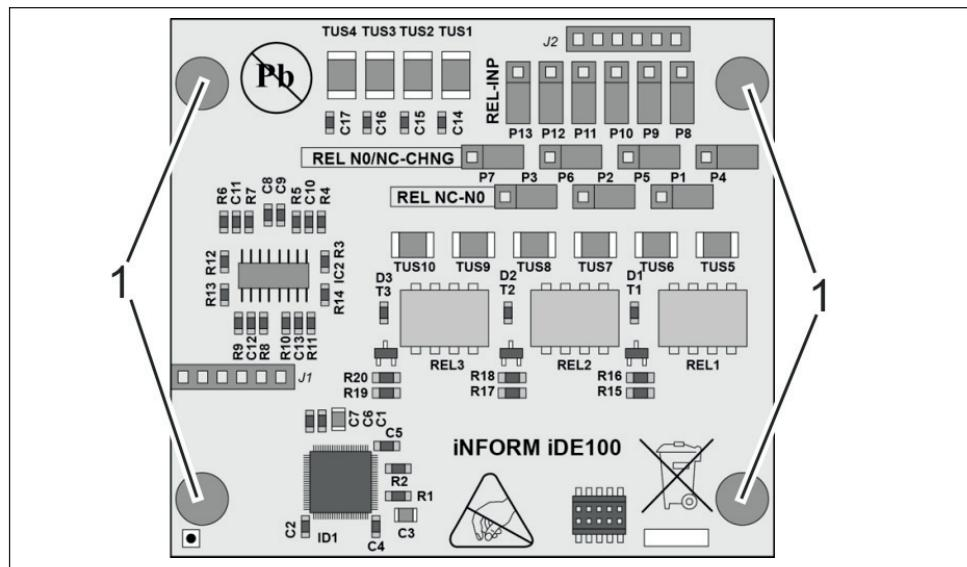

Fig. 22: Distanziatore I/O Board
2. Appicare distanziatore dal controllore (Fig. 22/1) sul modulo aggiuntivo (4 presenti nella fornitura).